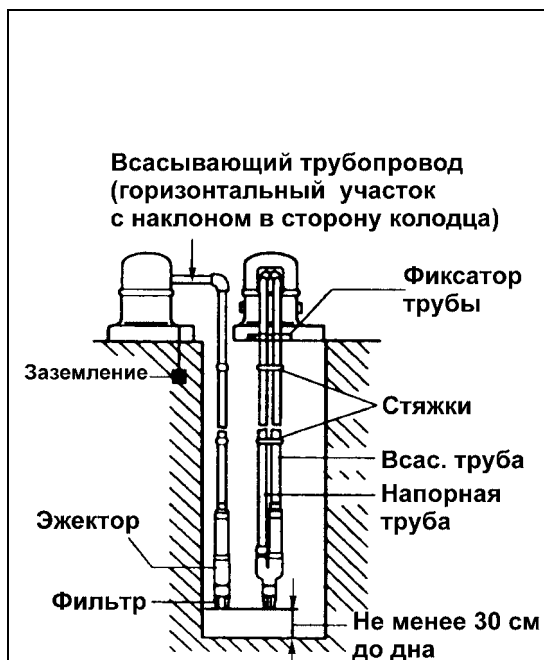

РИС. 1
4. Примерная схема размещения представлена на рис. 1. Неправильный монтаж приведет к нарушению работоспособности установки.